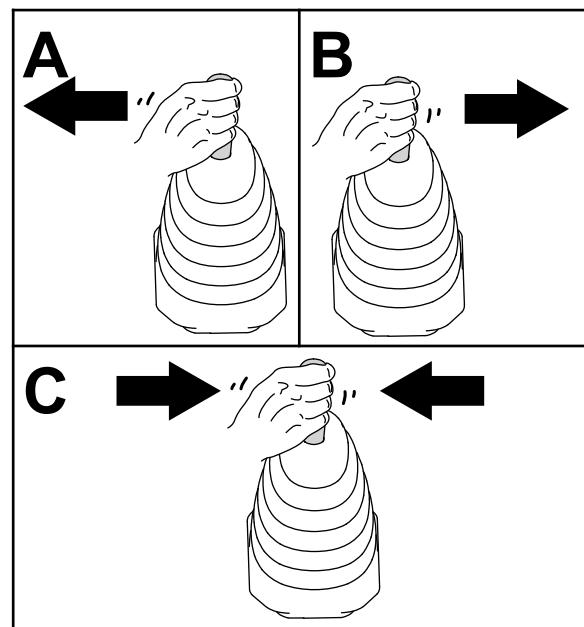

Рисунок 53
4. Переместите джойстик погрузчика влево, вправо, затем снова в НЕЙТРАЛЬНОЕ положение, чтобы сбавить давление в гидравлических соединителях (Рисунок 53).